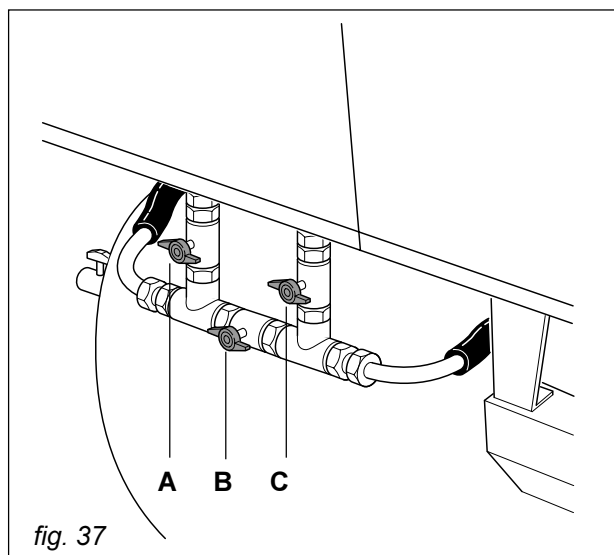

fig. 37
- **Upright position of cocks A, B and C (fig. 37):**
- **Horizontal position of cocks A, B and C (fig. 37):**
- Grifos **A, B y C** en posición vertical (fig. 37):
- Grifos **A, B y C** en posición horizontal (fig. 37):